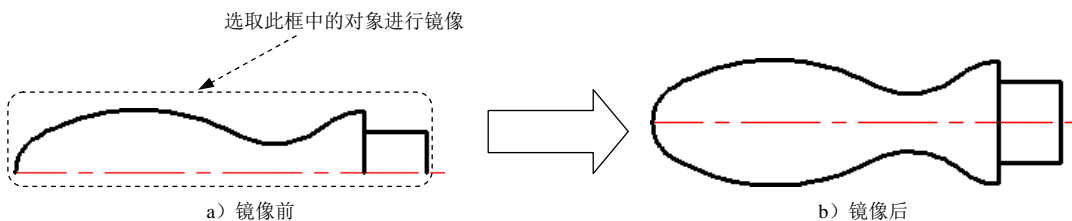

图 17.4.11 镜像操作
Step11. 进行图形的镜像，如图 17.4.11 所示。选择下拉菜单 **修改(M)** → **镜像(I)** 命令；用窗口选取的方法，选取图 17.4.11a 所示的对象，按 Enter 键结束选择；捕捉水平中心线上的某一点并单击，然后在该水平中心线上选取另一点；在命令行中输入字母 N 后按 Enter 键。